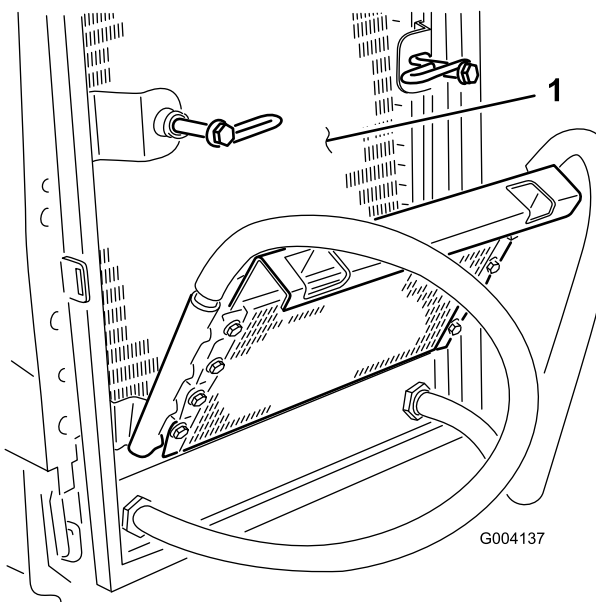

Figura 50
6. Pulite accuratamente entrambi i lati del radiatore dell'olio e del radiatore utilizzando aria compressa (Figura 50).